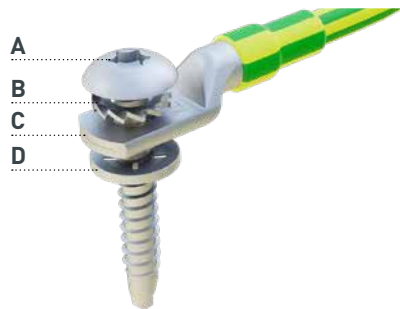

Figura 10 • Messa a terra con contatto INOX
Il componente comprende inoltre la vite di montaggio (A), il dado di bloccaggio (B), il contatto in acciaio inox (C) e il fermo della vite (D) (vedere figura 10).